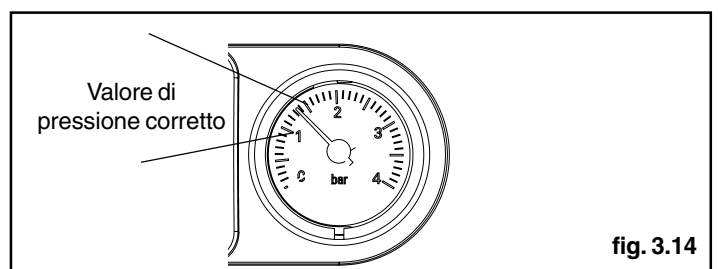

fig. 3.14
- aprire di due o tre giri il tappo della valvola di sfogo aria automatica (A)
- aprire il rubinetto di riempimento (B) fino a che la pressione indicata dall'idrometro sia compresa tra 1 e 1,5 bar (fig. 3.14).